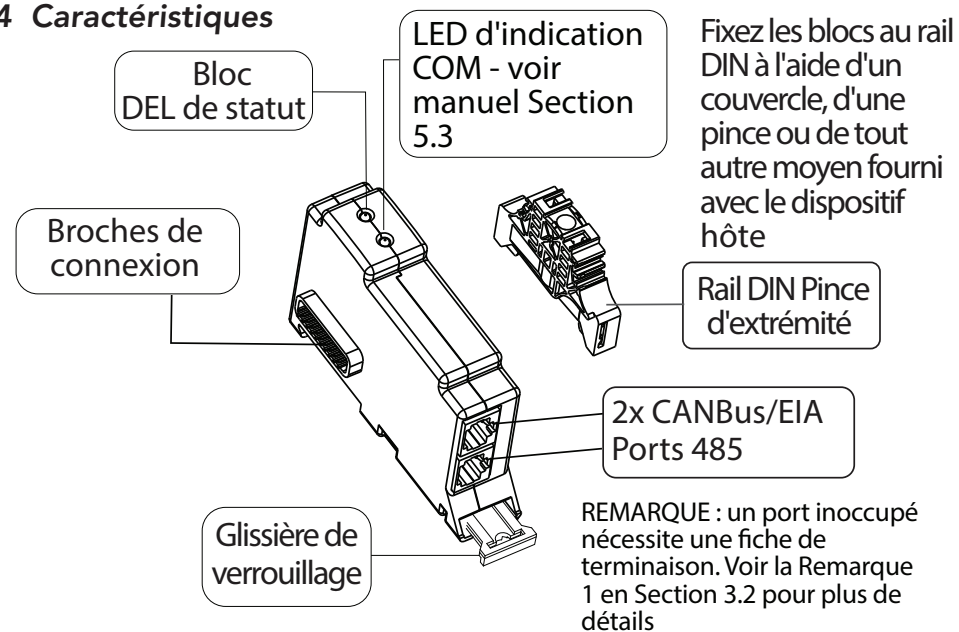
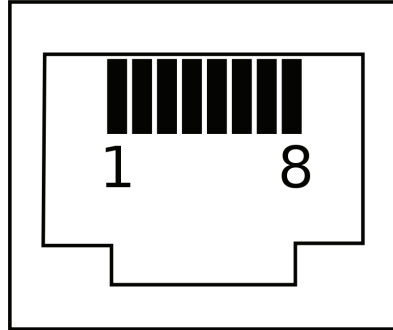

Figure 2-1. Caractéristiques du ReadyBMS
Figure 3-2. Extrémité de la fiche RJ-45 - Profil du conducteur
Pour les batteries CANBus, utilisez un câble droit RJ-45 (fourni) à 8 conducteurs, et attachez une extrémité à l'un des ports RJ-45 du bloc BMS - voir figure 2-1. Attachez l'autre extrémité à un port CANBus sur la batterie du BMS. Toutes les batteries prises en charge sont conformes à la configuration des broches CAN - pour plus de détails, voir le tableau 3-1 et la figure 3-2 de la section 3.3.
**REMARQUE 1 :** *si le bloc BMS est utilisé avec le seul contrôleur du système, ou s'il est à l'extrémité d'un réseau CANBus, le port RJ-45 du bloc BMS qui n'est pas connecté à la batterie du BMS nécessitera l'installation d'une fiche de terminaison (avec une résistance de terminaison de 120 Ohm installée sur les fils CANL et CANH). Une fiche de terminaison de communication du bloc BMS est incluse - voir la figure 2-1 dans la section 2.4 Caractéristiques. Pour toute exigence de terminaison CANBus côté batterie BMS, consultez la documentation du fabricant de votre batterie BMS tierce.*
Toutes les batteries *actuellement* prises en charge sont conformes à la configuration des broches CAN. Pour une liste à jour des produits de stockage de batterie pris en charge par le ReadyBMS, visitez le site [www.morningstarcorp.com](http://www.morningstarcorp.com). Les batteries compatibles CANBus nécessitent un assemblage de câbles avec la configuration indiquée dans le tableau 3-1 et la figure 3-2 ci-dessous. Certains systèmes avec batterie BMS peuvent nécessiter un assemblage de câbles modifié - disponible séparément.
Voir la figure 2-1 de la section Caractéristiques 2.4 et le tableau 5-1 ci-dessous.